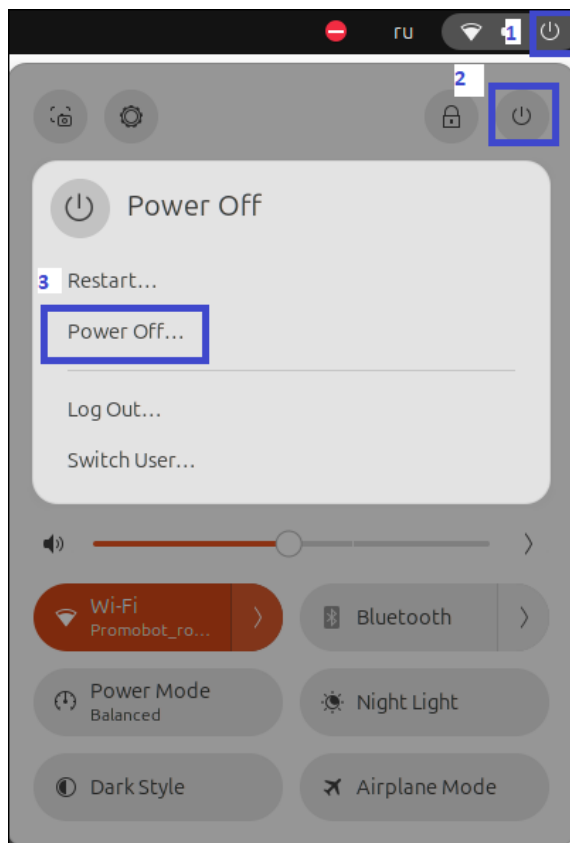

Рисунок 27 – Команда выключения
1. На экране монитора в правом верхнем углу нажмите кнопку выключения [1], затем нажмите кнопку выключения [2], затем «Power Off» [3] (Рисунок 27).